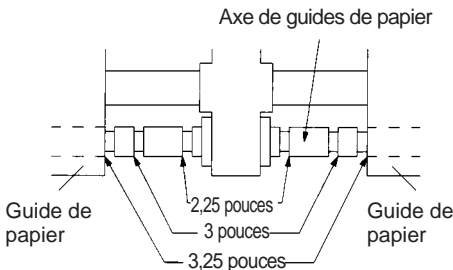

Fig. 2-8 Guide de rouleau de papier (SP347)
- ⑤ Réglez la position des guides de papier gauche et droit. Veillez à laisser un espace de 0,5 mm entre l'extrémité du guide et du papier, puis bloquez le levier de verrouillage.
- Pour régler la position des guides de papier, placez les anneaux d'arrêt dans les espaces sur l'axe des guides de papier qui correspondent à la largeur du papier à charger (voyez la figure 2-8).